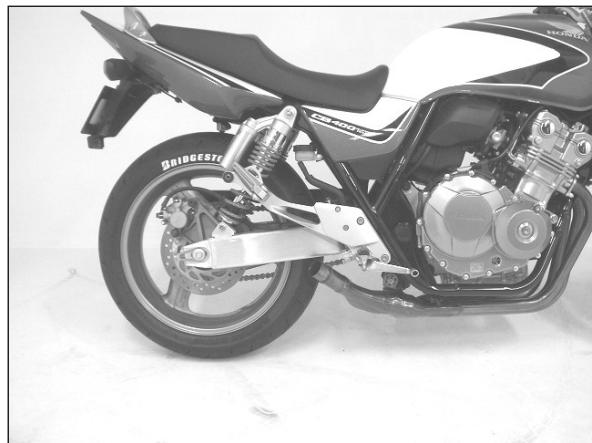

FIG. 1
2. スイングアーム等を傷つけない様に注意して、純正サイレンサーを取り外して下さい。 (FIG. 1参照)